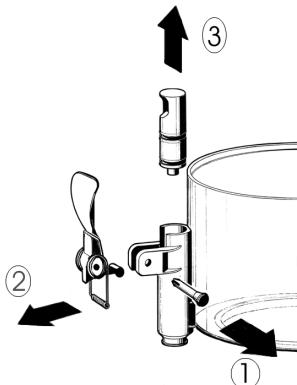

figura 1
- 3 Disassemblare il rubinetto con la sequenza indicata (vedere figura 1).
- 3** Riassemblare il rubinetto sul contenitore con sequenza inversa rispetto a quanto fatto per lo smontaggio (vedere figura 1).